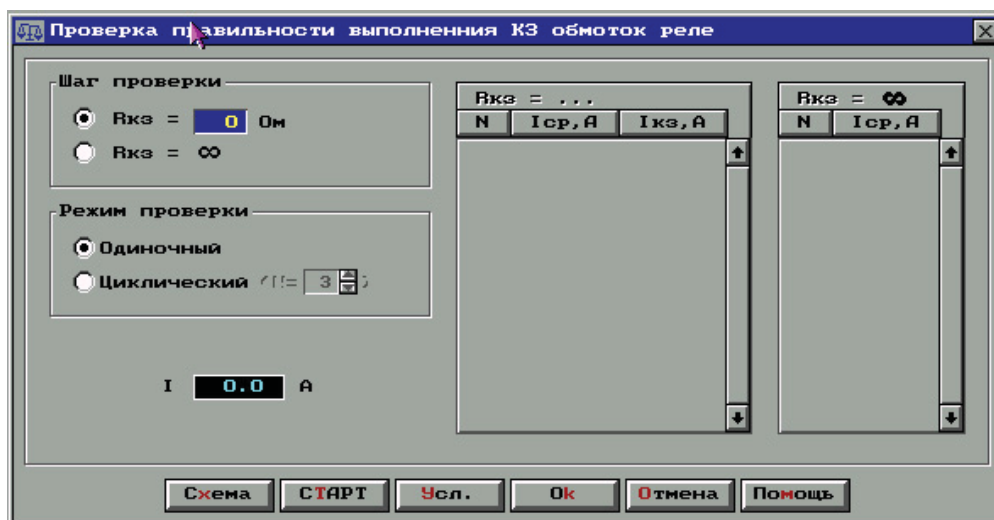
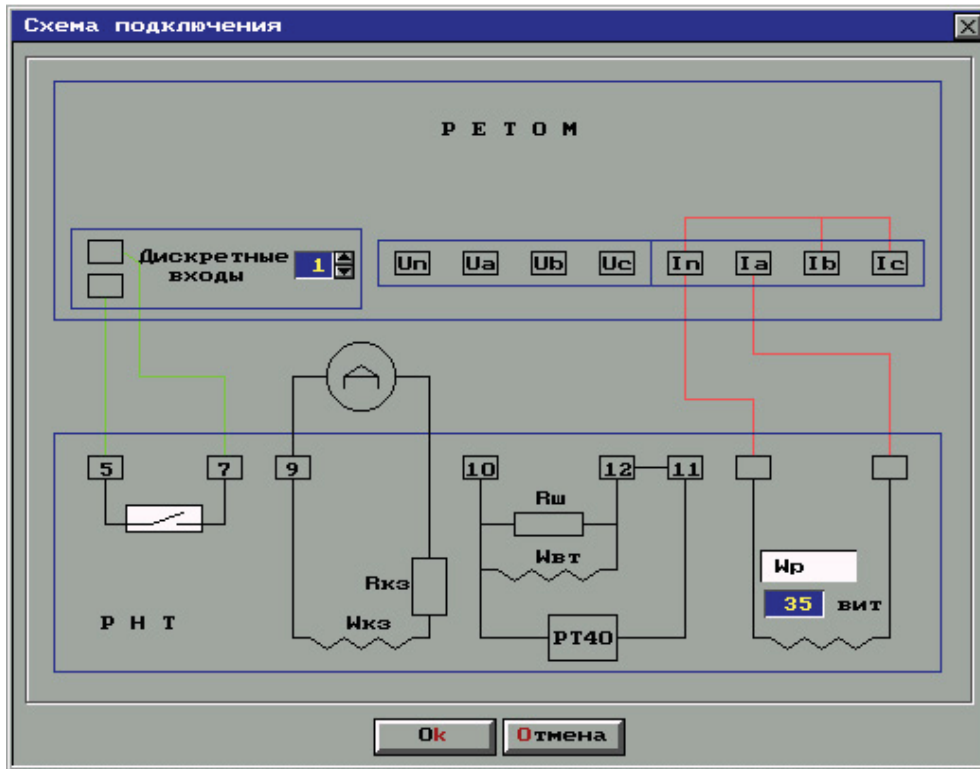

Рис. 11.9. Окно *Проверка правильности включения*
Рис. 11.10. Схема подключения реле РНТ-560 короткозамкнутых обмоток
**Проверка правильности включения короткозамкнутых обмоток.** В панели управления нажмите кнопку *Проверка правильности выполнения КЗ*. Программа выведет на экран рабочее окно (рис. 11.9).
Подключите реле согласно схеме (рис. 11.10). В рабочем окне (рис. 11.9), в группе **Шаг проверки** выберите опцию  $R_{кз} =$ , нажмите кнопку **Старт**. По запросу программы введите показания амперметра.